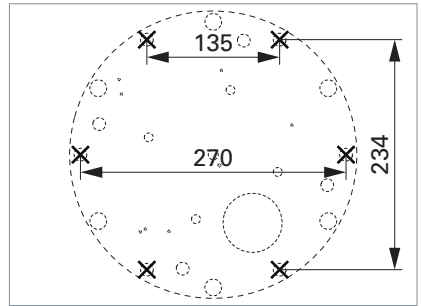

Fig. 2: Abstände prüfen.
- ▶ Prüfen Sie die Abstände der Bohrmarkierungen, siehe Fig. 2.